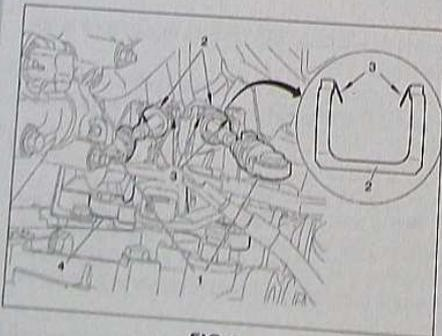

FIG.1
- Désaccoupler les câbles de sélection et de passage des vitesses (1) (Fig.1), en utilisant un levier approprié (outil Peugeot 0216-G1), après avoir repéré leur position.
Décliper les arrêts de gaines (2) des câbles en enfonçant les agrafes (3) à l'aide d'un tournevis plat puis dégager les arrêts de gaines en les tirant vers le haut (Fig.1).
- Déposer le support (4) des câbles de commande des vitesses sur la boîte.